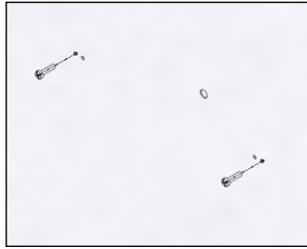

Figura 10: Fixação do suporte da luminária de emergência
- Fixar o suporte da luminária no painel acima da botoeira com dois parafusos M3x10 nos respectivos furos, conforme a figura 10.